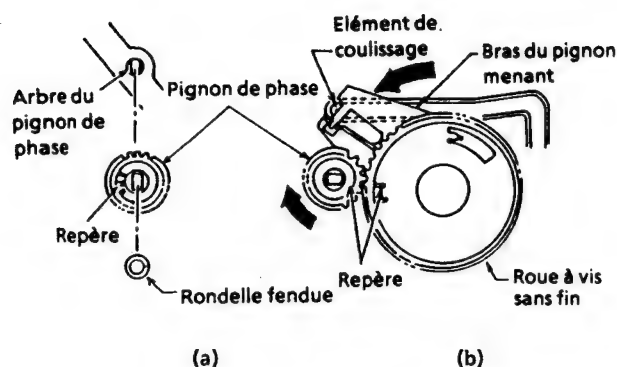

Figure 1-9.
1. Tourner le pignon de phase dans le sens des aiguilles d'une montre jusqu'à ce que l'élément de coulissage arrive en butée dans le sens d'insertion de la cassette. (Voir Figure 1-9.).
2. Insérer l'ensemble de pignon de roue à vis sans fin dans le cadre de logement de cassette (R), en faisant correspondre le repère sur le pignon de phase avec le repère sur le pignon de roue à vis sans fin. Détacher la rondelle fendue sur l'ensemble du pignon de phase et le pignon de phase pour faciliter l'installation de l'ensemble de roue à vis sans fin.